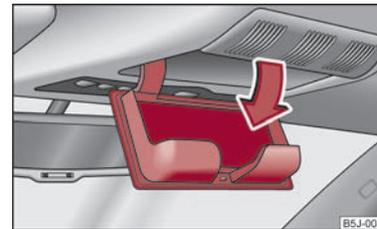

Abb. 66 Ausschnitt des Dachhimmels: Ablagefach für Brille
- Drücken Sie auf den Deckel des Ablagefachs, das Ablagefach klappt nach unten auf ⇒ Abb. 66.